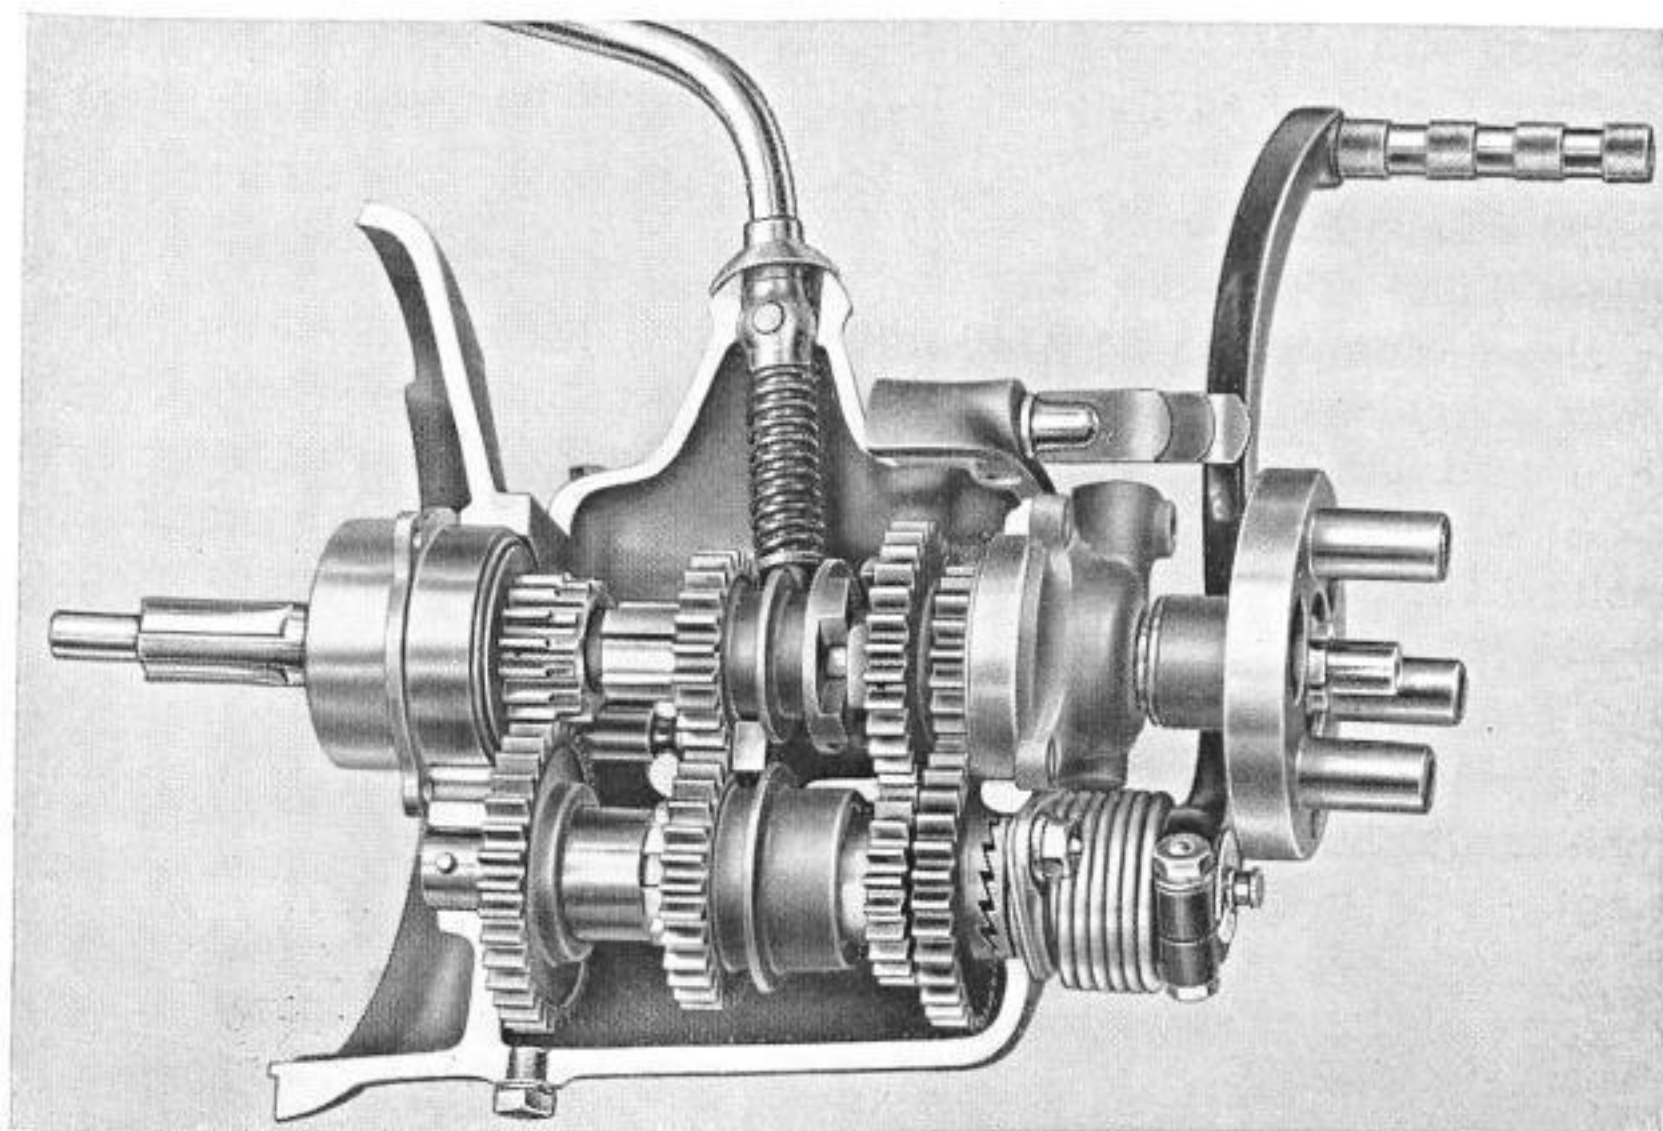

Abb. 27. Getriebe der R 2-Maschine
**a) Getriebe der R 2-Maschine.** Dieses hat drei Gänge und zwei Leergangstellungen. Sämtliche Zahnräder, auch die des zweiten Ganges, sind ständig in Eingriff, sämtliche Gänge werden durch Klauen geschaltet, deshalb größte Schonung beim Schalten. Die als Keilwelle ausgebildete Hauptwelle liegt in gleicher Mittelachse wie die Kurbelwelle und ist vorn mit ihrem zylindrischen Zapfen in der Antriebswelle und hinten in einem Kugellager gelagert. Die Antriebswelle läuft im Getriebe in einem Kugellager und am vorderen Ende im hohlgebohrten Kurbelwellenzapfen. Unter der Hauptwelle ist die Nebenwelle auf einer feststehenden Achse mit Bronzebüchsen gelagert. Abb. 27.
welle außer Eingriff gebracht werden. Abb. 27.